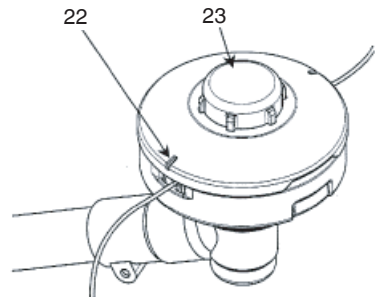

Fig. 10
- Compruebe el desgaste de la caja y el botón. Si la marca del límite de desgaste (22) en la caja ya no se ve o hay un agujero en la parte inferior (23) del botón, cambie las piezas nuevas inmediatamente. (Fig. 10)